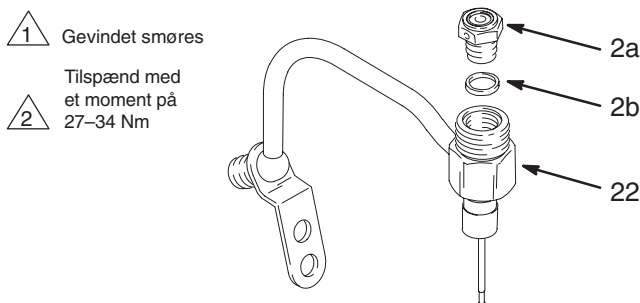

Fig. 15 03977
3. Pakningen (2b) placeres på ventilsædet (2a). Gevindet på ventilsædet (2a) smøres, hvorefter ventilsædet skrues ind i væskekammeret (22) og tilspændes med et moment på 27–34 N.m. Se Fig. 15.